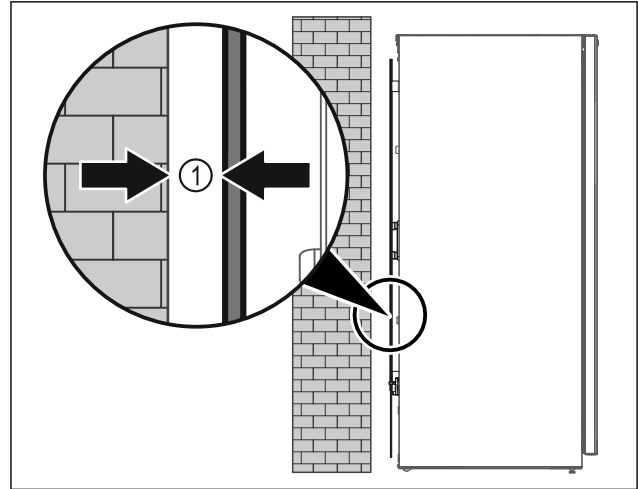

Fig. 10
- ▶ Instalar el electrodoméstico en medio de una sala o directamente arrimado a una pared con una distancia mínima de 5 mm Fig. 10 (1).